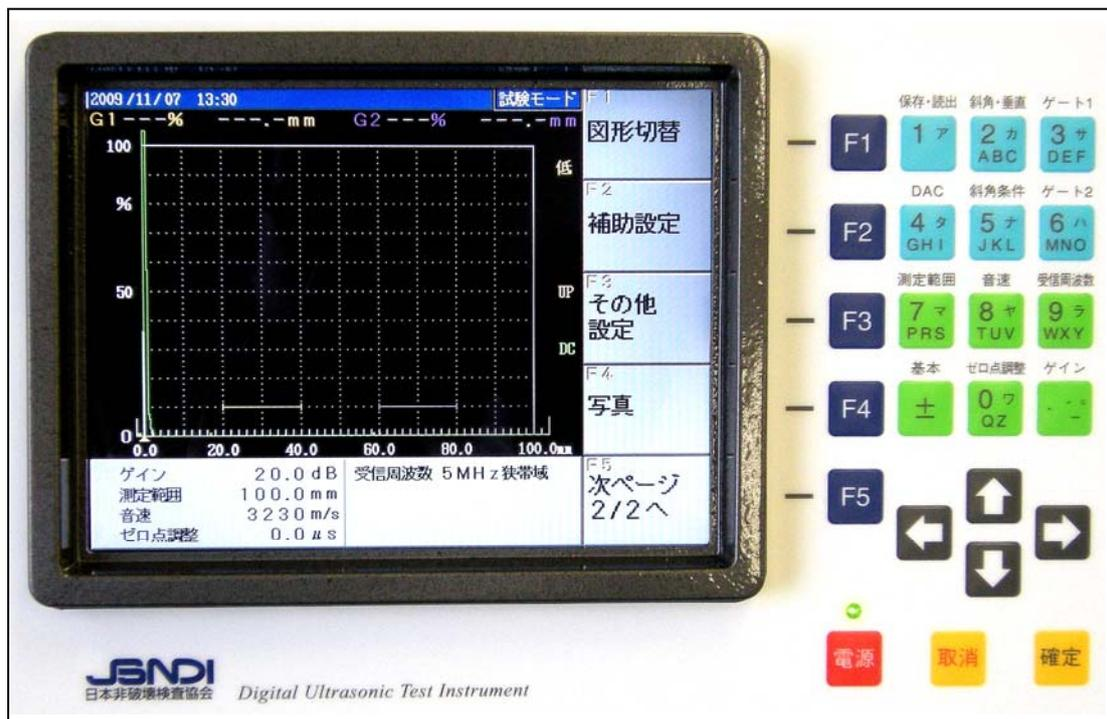

図1 初期画面
- 途中で操作が分からなくなった場合、基本と表示している下の **±** キーを押すと図1の初期画面になる。